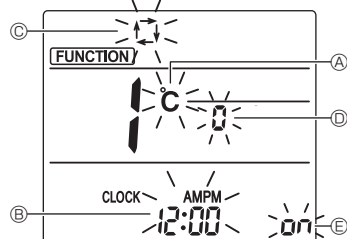

Fig. 5-12
L'écran Réglage de l'affichage s'affiche. (Fig. 5-12)
#### 5.10.2. Changement de l'unité de température (Fig. 5-12 (A))
- Appuyez sur la touche ⑤.
#### 5.10.3. Changement de l'affichage de l'heure (Fig. 5-12 (B))
- Appuyez sur la touche ⑥.
#### 5.10.4. Changement du mode AUTO (Fig. 5-12 (C))
- Appuyez sur la touche ⑦.
#### 5.10.5. Changement du n° de paire (Fig. 5-12 (D))
- Appuyez sur la touche ④.